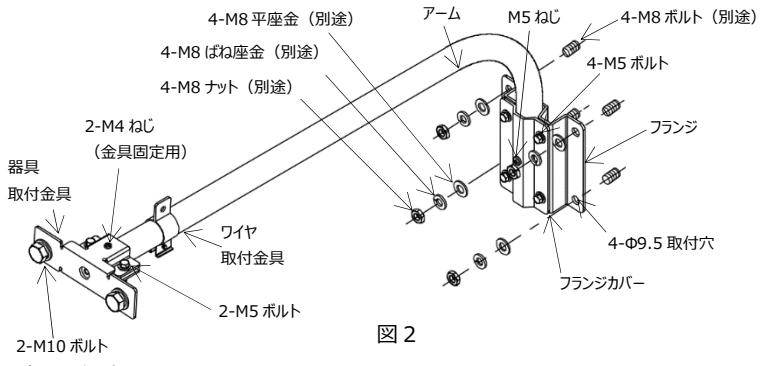
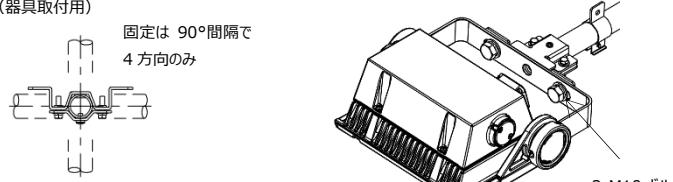

図 2
図 3
1. フランジの取付穴を M8 ボルトに平座金、ばね座金、ナットの順に入れ、適正締付トルク 12.5~16N·m で 4箇所を緩みのないように確実に構造物へ取付けてください(図 2)。取付けに不備がありますと、落下による事故の原因となります。
2. アームの方向を決めてフランジカバーを M5 ボルトで適正締付トルク 3~5.5N·m で 4箇所を緩みのないように確実に締付けてください(図 2)。アームを固定できるのは 4 方向のみです(図 3)。それ以外の方向には固定できません。M5 ボルト締付後に M5 ねじで締付けてください。取付けに不備がありますと、落下による事故の原因となります。